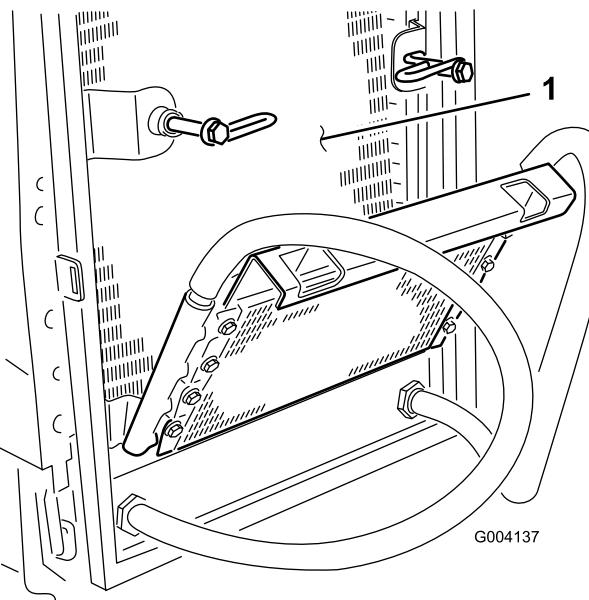

図 52
6. オイルクーラとラジエターの裏表を図 52 圧縮空気で丁寧に清掃する。